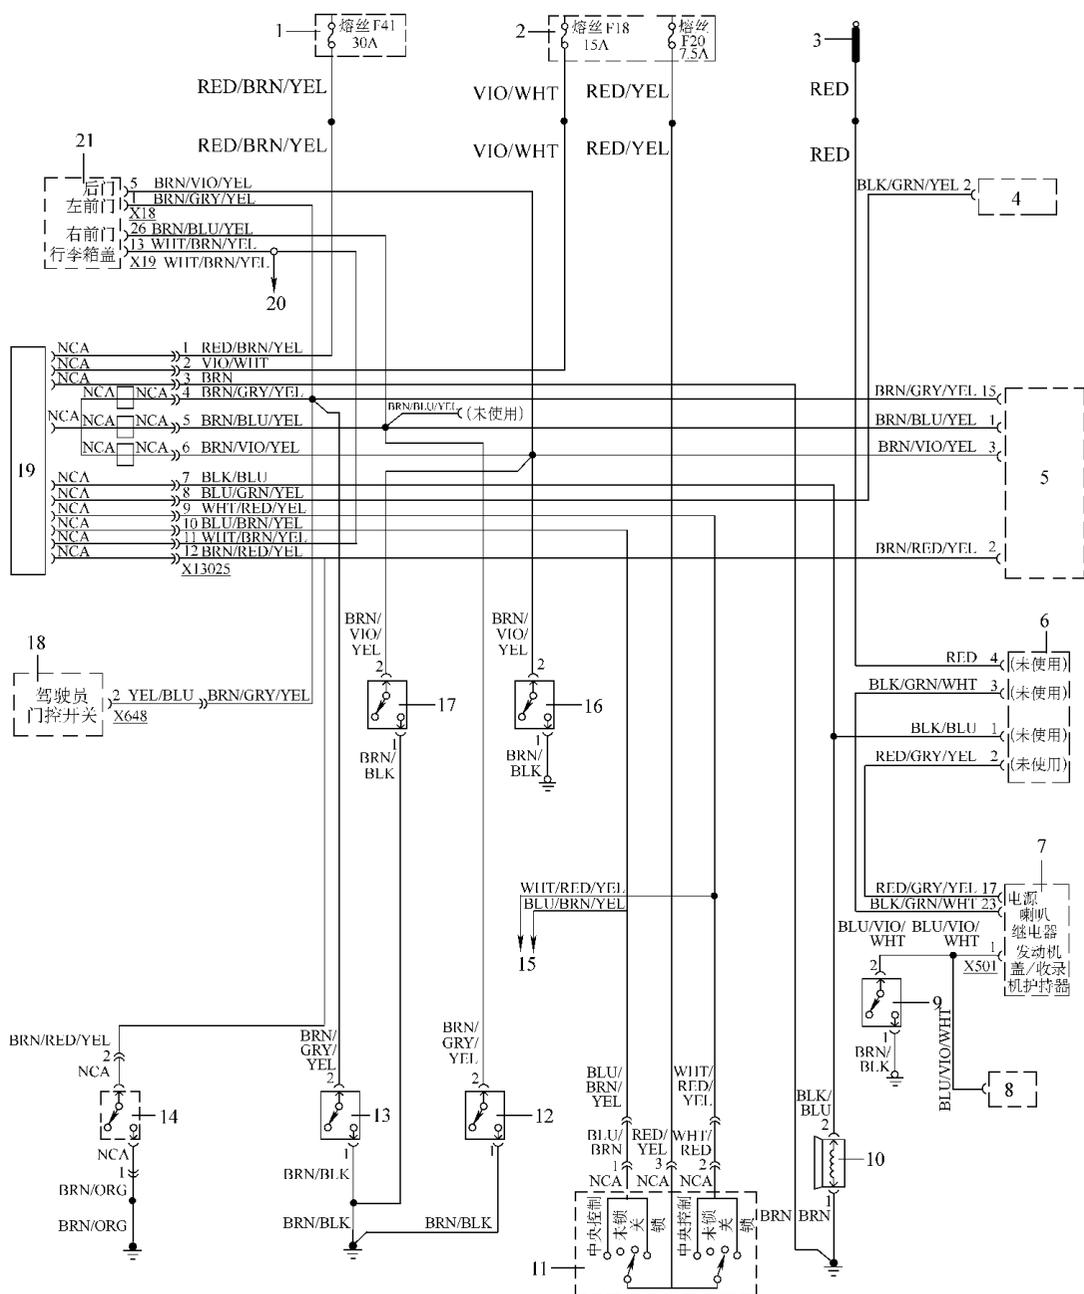
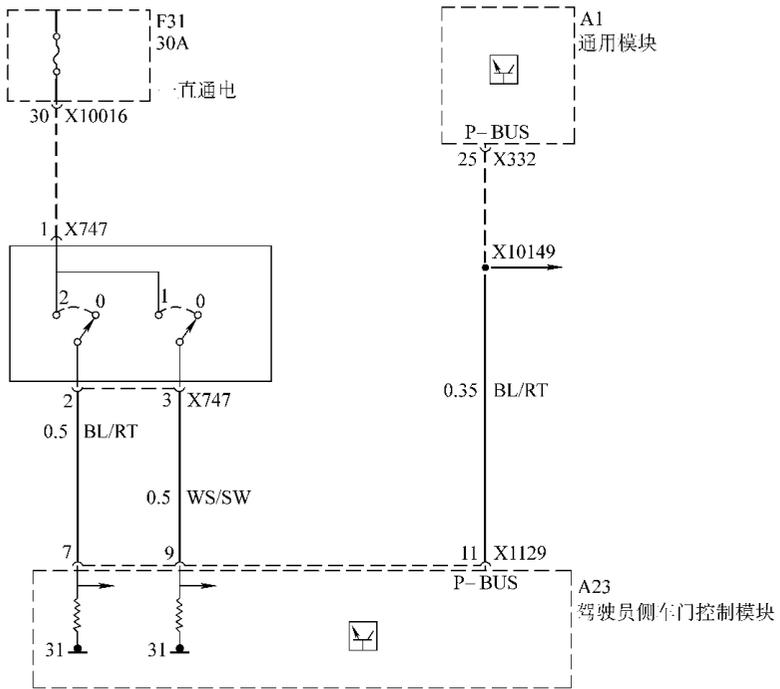

图 7-25 宝马 740i 和 740il 防盗系统电路 (1994 年车型)
图 7-33 宝马 740i 和 750il (E38) 防盗系统驾驶员侧车门锁开关电路 (1996 年车型)
(3) 宝马 7 系中央门锁与防盗系统电路, 如图 7-25~图 7-33 所示。